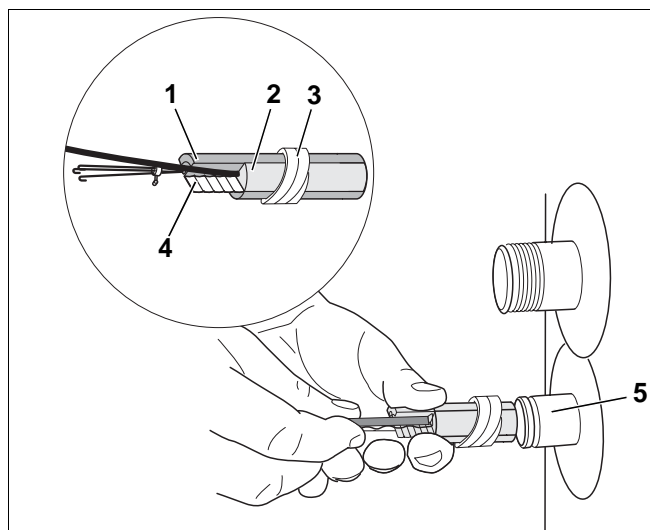

Fig. 7 Montaggio della sonda di temperatura dell'acqua calda
- Inserire il pacchetto della sonda (fig. 7, **pos. 1 - 4**) fino in fondo nel pozzetto ad immersione (fig. 7, **pos. 5**). Contemporaneamente, la spirale in plastica (fig. 7, **pos. 3**), che tiene insieme il pacchetto della sonda viene spinta automaticamente indietro.
La molla di compensazione (fig. 7, **pos. 4**) assicura il contatto tra il pozzetto ad immersione e le superfici della sonda, garantendo così la misurazione precisa della temperatura.